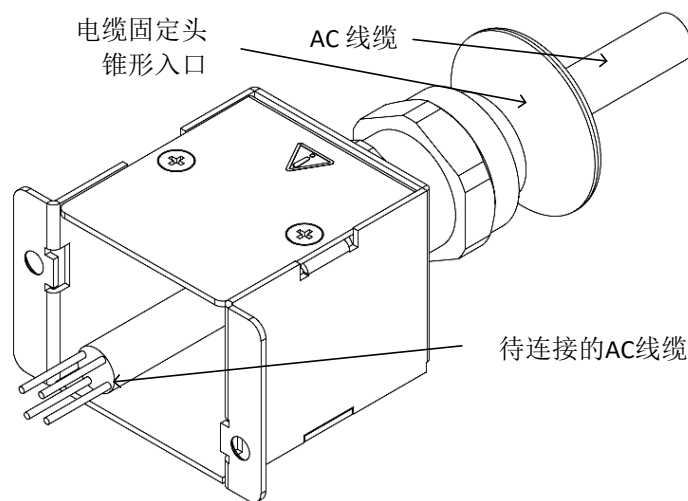

图 4-23: 穿过裸线
5. 将交流输入电缆穿过电缆固定头和应力消除支架，如图 4-23 所示（所示为三相 4 线，也适用于单相 3 线）。